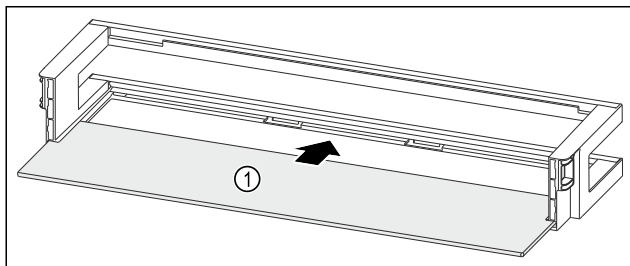

Fig. 99 Dveřní přihrádka s odkládací plochou
- ▶ Odkládací plochu Fig. 99 (1) zasuňte do bočních vybrání.